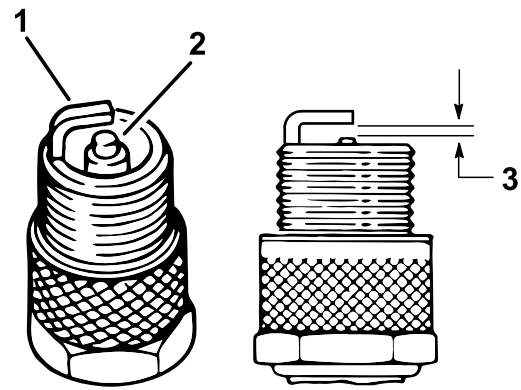

Figura 32
4. Compruebe el estado del electrodo lateral, el electrodo central y el aislamiento del electrodo central para verificar que no están dañados (Figura 32).
5. Ajuste el hueco entre los electrodos central y lateral a 1 mm, tal y como se muestra en la Figura 32.